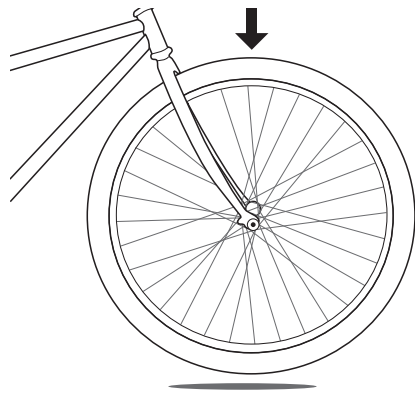

Abb. 38. Um den Sitz des Laufrads zu testen, heben Sie das Vorderrad an und schlagen mit der Hand von oben auf den Reifen.
- Prüfung A. Heben Sie das Fahrrad an und schlagen Sie kräftig auf die Oberseite des Reifens (Abb. 38). Das Laufrad darf nicht herausfallen, locker sein oder sich seitwärts bewegen.